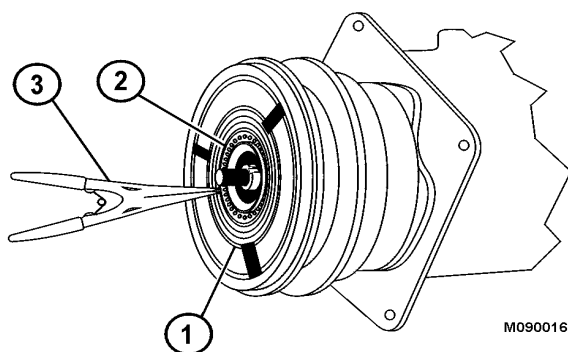

FIGURA 4-22.
7. Utilice un alicete para anillos de retención (3, Figura 4-22) para desmontar el anillo de retención (2) de la polea (1).